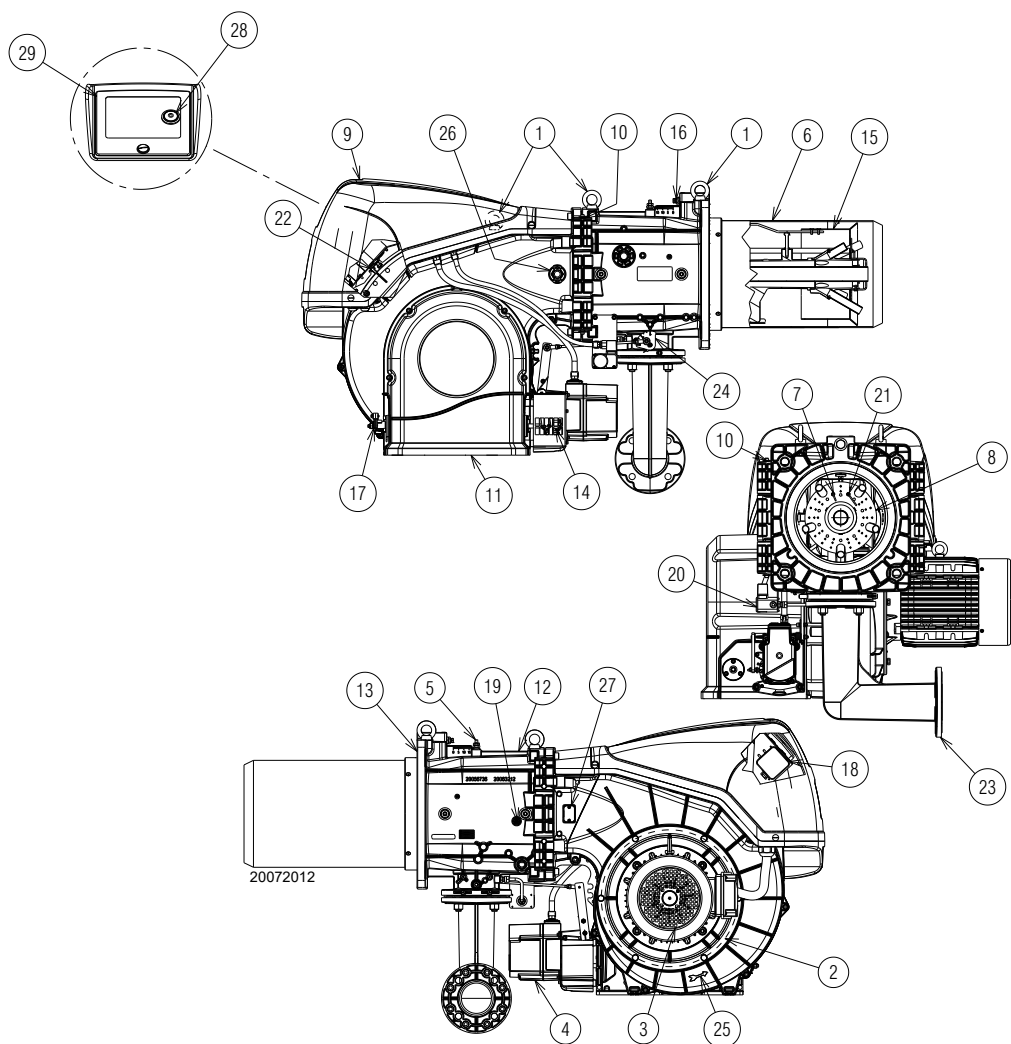

Fig. 4
- (1) Conditions de référence: Température ambiante 20 °C - Température du gaz 15 °C - Pression barométrique 1013 mbar - Altitude 0 m au-dessus du niveau de la mer.
- (2) Pression à la prise 5)(Fig. 4 à la page 12) avec pression zéro dans la chambre de combustion et à la puissance maximale du brûleur.
- (3) Pression sonore mesurée dans le laboratoire de combustion du constructeur, avec le brûleur fonctionnant sur la chaudière d'essai, à la puissance maximale. La puissance sonore est mesurée grâce à la méthode en « champ libre », prévue par la norme EN 15036, et conformément à la précision de mesure « Précision : Catégorie 3 », comme décrit par norme EN ISO 3746